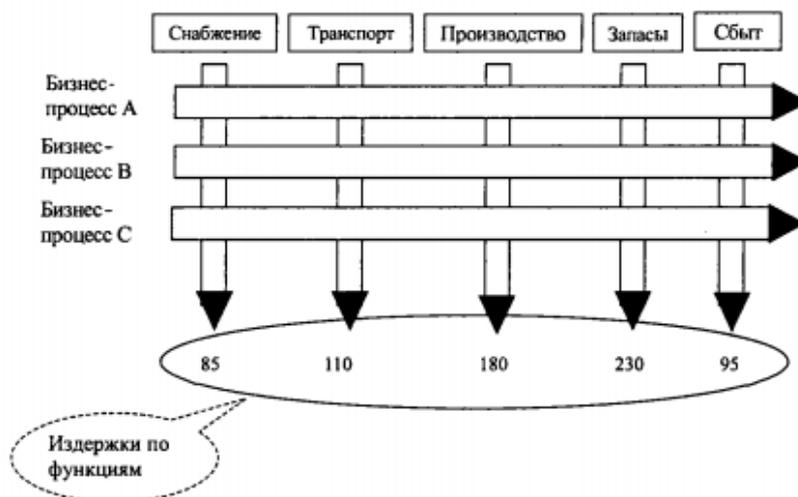

Рис.1 - Традиционный метод учета издержек по функциям
1. Традиционным методом учета – определение издержек по функциональным областям деятельности производства (рис. 1)